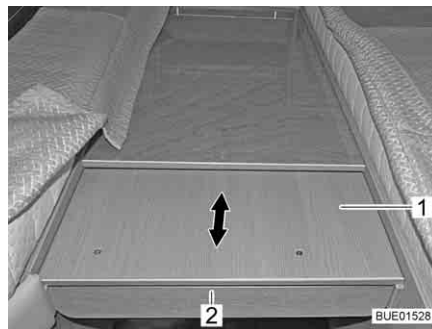

Fig. 137 Puxar para fora o acrescento da cama
- Agarre por baixo do painel (Fig. 137,2) e puxe o acrescento (Fig. 137,1) para fora até ao encosto.